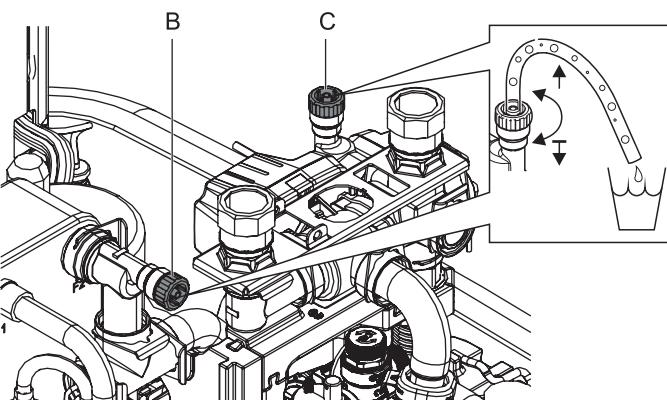

Bild 5-4 Manuelle Entlüftungsventile
- Manuelles Entlüftungsventil (Bild 5-4, Pos. B) mit Schlauch versehen und diesen vom Gerät wegführen. Ventil so lange öffnen, bis Wasser austritt.
- Zweites manuelles Entlüftungsventil (Bild 5-4, Pos. C) mit Schlauch versehen und so lange öffnen, bis Wasser austritt.